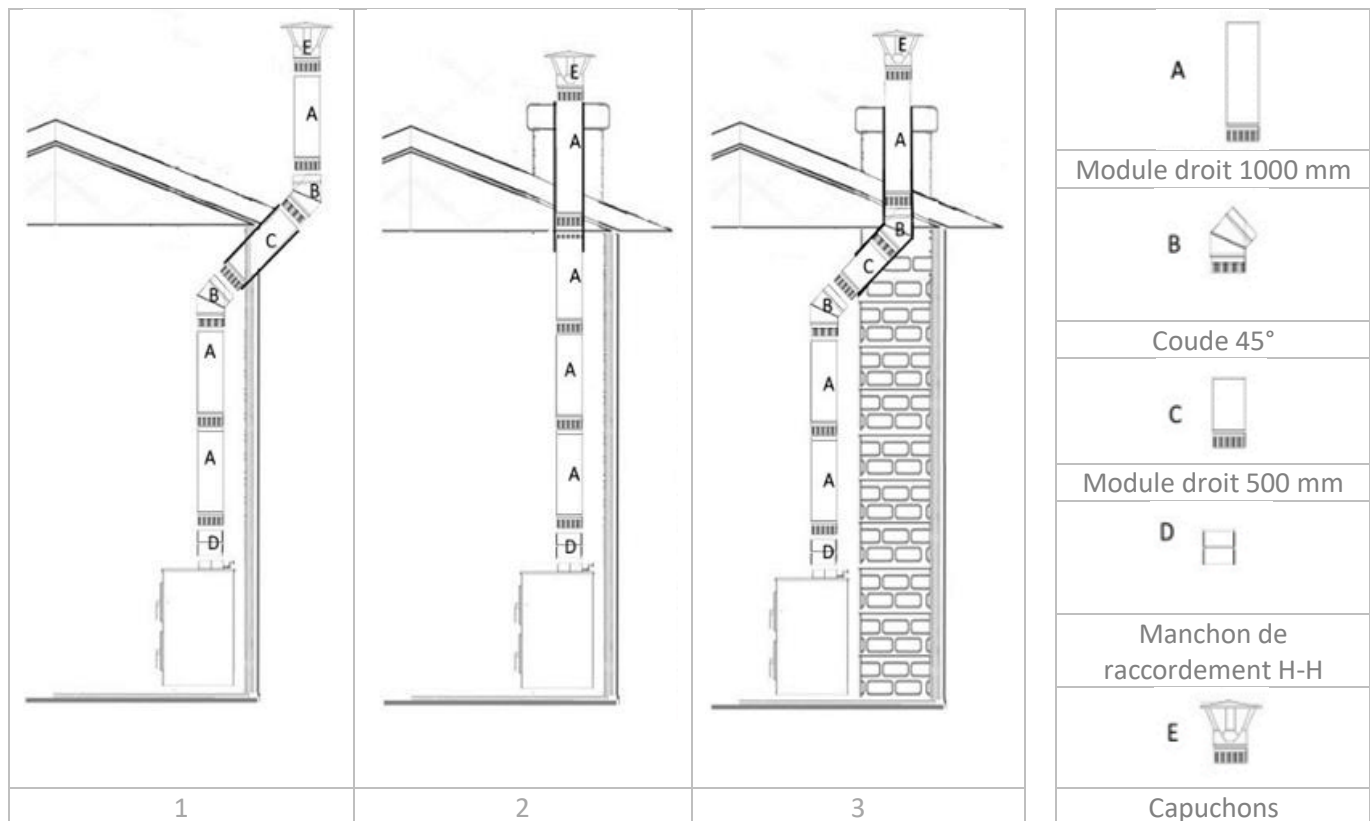

Figure 2
- SECTION VERTICALE (A).** La longueur totale du tuyau vertical nécessaire pour atteindre le toit et assurer le tirage naturel (dépression des fumées) peut varier d'une installation à l'autre, en fonction de divers facteurs, mais se situe généralement entre 4 et 6 m environ. Cependant, une performance optimale est garantie avec un vide minimal d'environ ± 15 Pa (pascals).
- COUDES (B).** Si des coudes sont nécessaires (voir schémas 1 et 2 de la figure 2), les conduits seront raccordés à l'aide de coudes. Ceux-ci peuvent atteindre 45° et ne doivent pas être rétrécis. Les points suivants doivent également être pris en compte :
- COUPE HORIZONTALE (C).** Le conduit de raccordement ou la section horizontale de la cheminée doit être conçu avec la longueur la plus courte possible et éviter autant que possible les changements de direction et de section. Les points suivants doivent être pris en compte :
- MANCHON D'UNION (D).** Pour raccorder correctement le conduit vertical au collier de sortie m (mâle) de la cuisinière, un manchon h/h (femelle/femelle) est nécessaire, de sorte que l'extrémité m (mâle du conduit vertical soit orientée vers le bas).
- CHAPEAU DE CHEMINÉE (E).** Pour une bonne évacuation des fumées et pour éviter les effets du vent, certaines distances minimales par rapport au chapeau de cheminée sont requises. Voir la figure suivante :